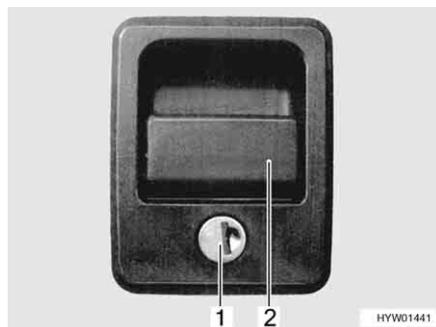

Bild 33 Klappenschloss mit Griffschale
- Schlüssel in Schließzylinder (Bild 33, 1) stecken und eine viertel Umdrehung drehen. Das Klappenschloss ist entriegelt.
- Am Schlossgriff (Bild 33, 2) ziehen. Die Außenklappe ist geöffnet.